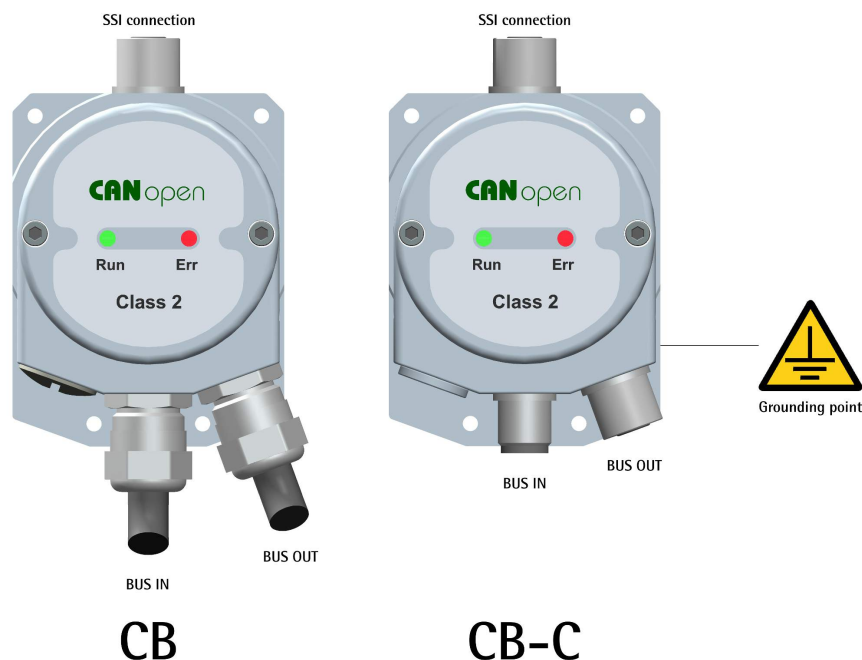
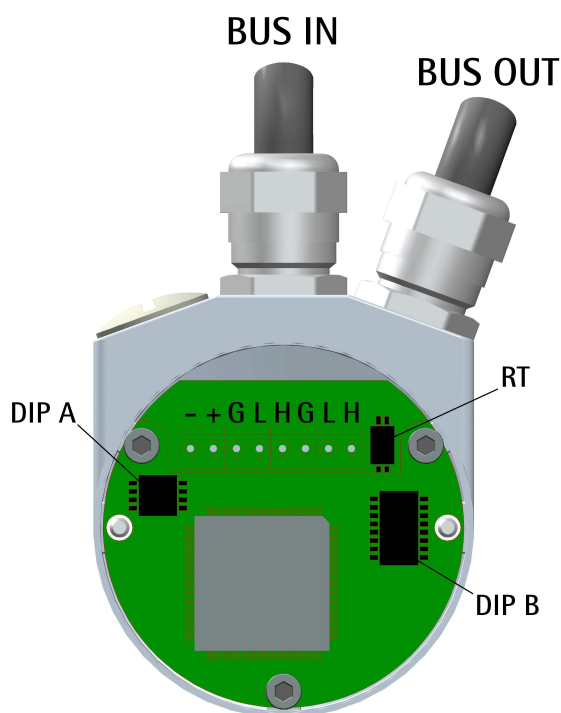
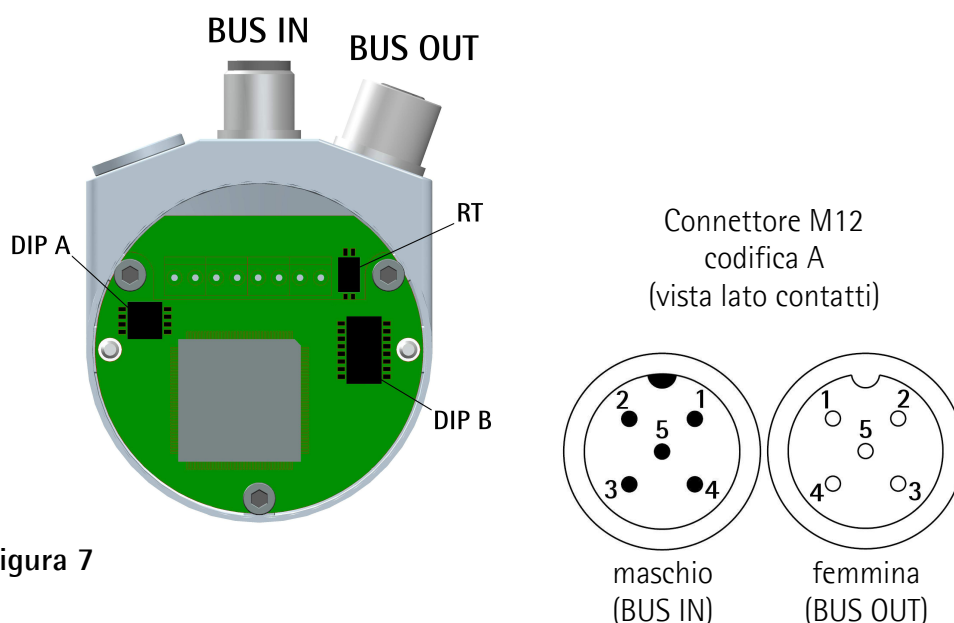

Figura 4
Figura 6
Figura 7
4.2 Connessioni SSI (Figura 4)
4.3 Gateway CANopen con pressacavi: versione CB (Figura 4 e Figura 5)
4.4 Gateway CANopen con connettori M12: versione CB-C (Figura 4 e Figura 7)
4.8 Velocità di trasmissione dati: DIP A (Figura 6 e Figura 7)
4.9 Indirizzo nodo: DIP B (Figura 6 e Figura 7)
4.10 Resistenza di terminazione (Figura 6 e Figura 7)